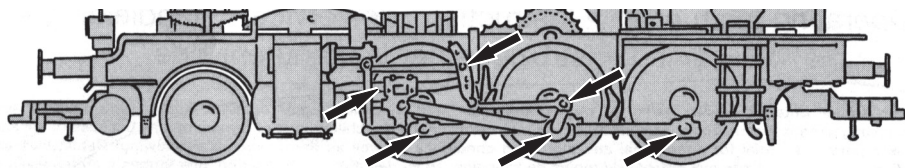

Fig. 8
4. Kohlebürstenwechsel: Lokgehäuse abnehmen (Fig. 6). Danach wird der **Motor ausgebaut** und die **Kohlebürsten ausgewechselt** (Fig. 8).
4. Carbon Brush Changing: First remove loco body (fig. 3), and then the motor (fig. 8).
4. Remplacement des balais du moteur: Démontez la caisse du locomotive (voir fig. 6). Sortez ensuite le moteur de son longement (voir fig. 8) et échangez finalement le balais.